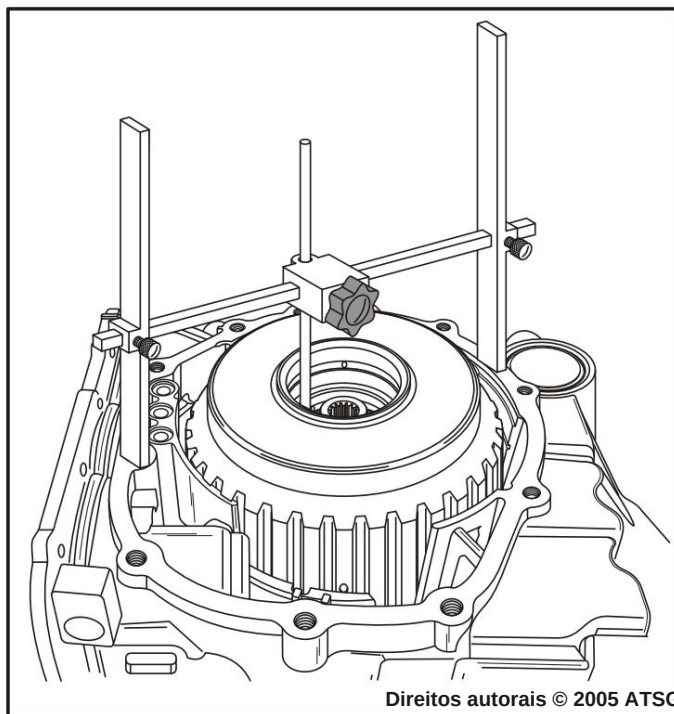
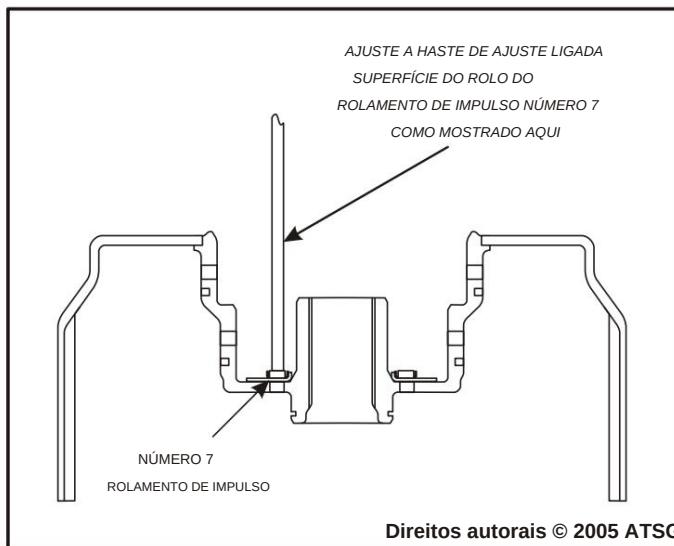

Figura 185
Figura 186
67. Instale o medidor "H" na caixa da transmissão, conforme mostrado na Figura 185, e coloque a haste de ajuste na superfície do rolete do rolamento número 7, conforme mostrado na Figura 186.
69. A haste de ajuste **deve** ficar na superfície do rolete do rolamento, conforme Figura 186.